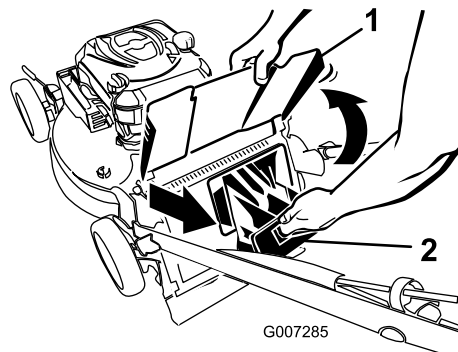

Bild 30
2. Heben Sie das Auswurfablenkblech an und halten es hoch (Bild 30).
3. Ziehen Sie die Heckauswurfklappe ab (Bild 30).